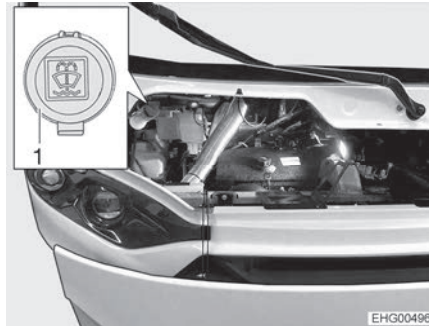

Bild 13 Einfüllstutzen (Scheibenwaschwasser)
- Deckel (Bild 13,1) am Einfüllstutzen des Waschwasserbehälters öffnen.